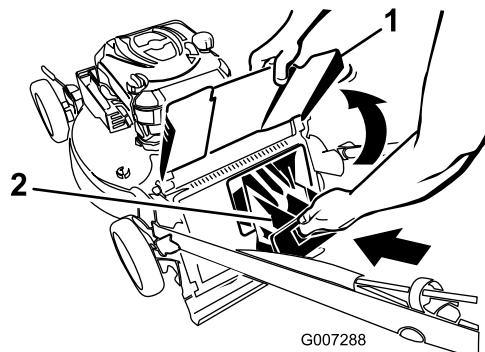

Figura 23
4. Installate il coperchio di scarico posteriore (Figura 23).